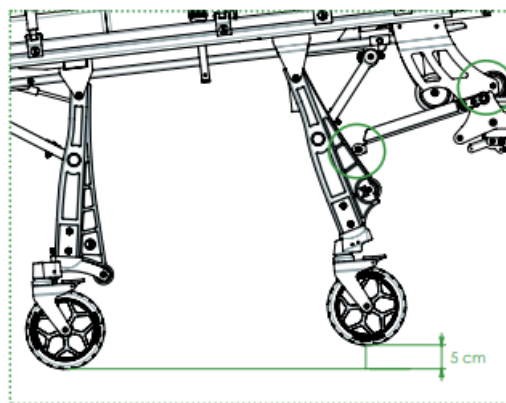

FIGURA 3
- **Altura de carga mínima:** cuando las ruedas de ataque estén colocadas sobre la plataforma y las patas delanteras toquen la plataforma, las ruedas delanteras deben estar mínimo a 5 cm del suelo (ver figura 3)